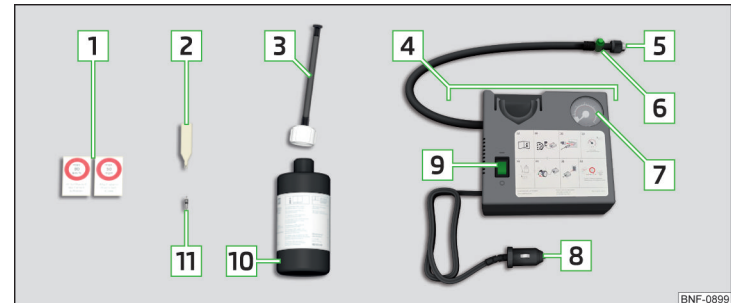

Abb. 282 Pannensetbeschreibung
- › Den Ventileinsatzdreher  » **Abb. 282 auf Seite 245** auf den Ventileinsatz stecken, sodass der Ventileinsatz in den Schlitz des Ventileinsatzdrehers passt.
- › Den Reifenfüllschlauch  » **Abb. 282 auf Seite 245** fest auf das Reifenventil schrauben.